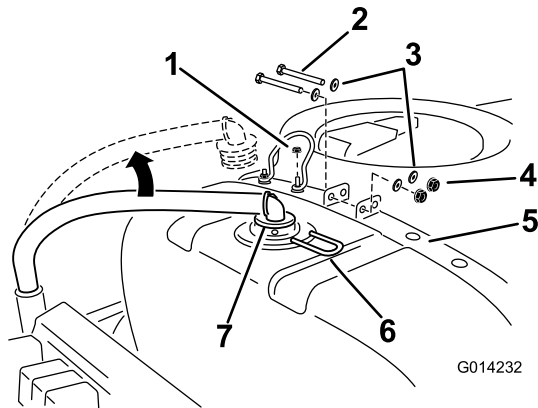

Figura 7
4. Desconecte la manguera de suministro en la parte trasera y superior del depósito principal (Figura 7).